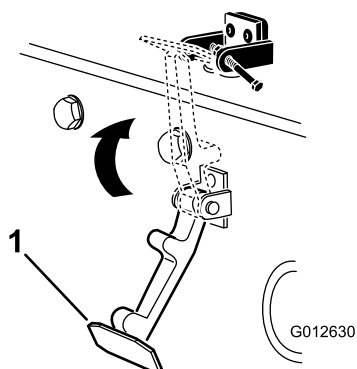

Figura 6
7. Enganche el cierre en el cerradero del capó (Figura 6).